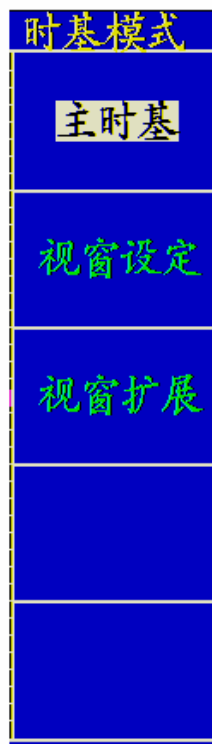

图 26: 时基模式菜单
3. **水平菜单按键**。按下 **水平菜单** 按键，屏幕显示操作菜单见图26。